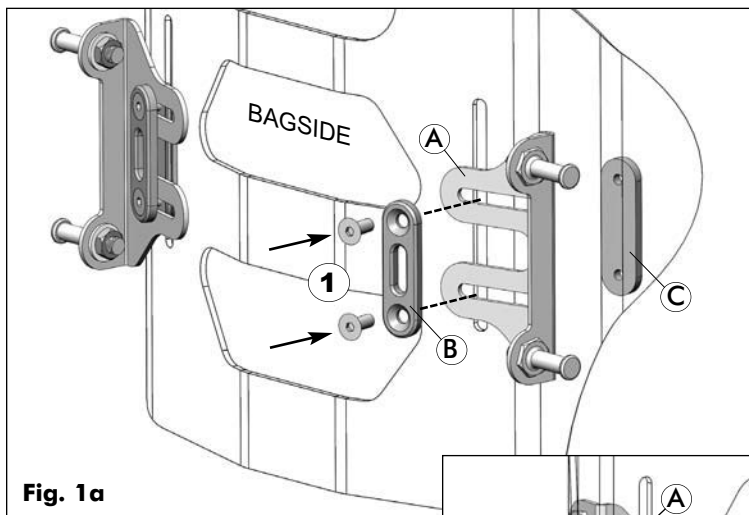

Fig. 1a
- 1 Når du arbejder på den ene side af ryglænskskallen, skal du montere søhestebeslaget med lynudløsning (A) på Matrix MX2-ryglænskskallen på følgende måde:
- Juster spændeskiven (B) med fordybningerne i monteringsbeslaget (A), og indsæt skruerne gennem begge komponenter (1); (Se Fig. 1a (p. 18))